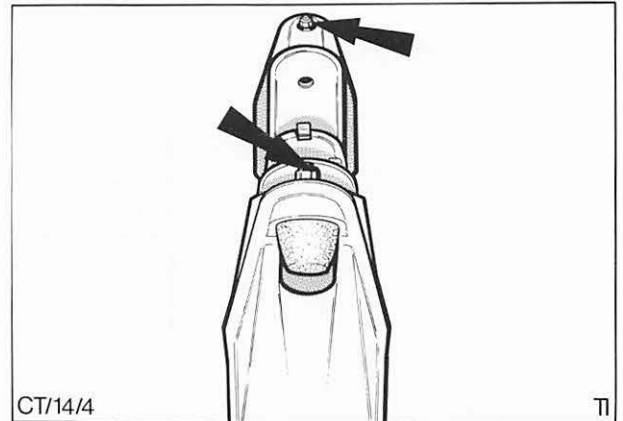

Abb. 19 Befestigungsmuttern – Anschlagpuffer
17. Anschlagpuffer nach Entfernen der Muttern und Scheiben abbauen. Abb. 19. Kraftstoffleitung aus den Klammern lösen und ausbauen.